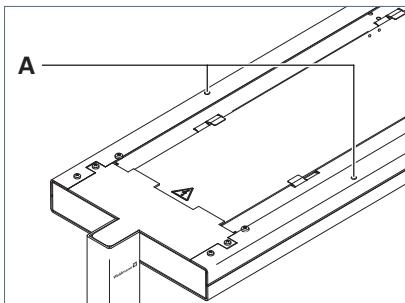

Fig. 12: Leuchtenkopf justieren.
- ▶ Um den Leuchtenkopf anzuheben, drehen Sie die Justierschrauben **A** gegen den Uhrzeigersinn, siehe Fig. 12.